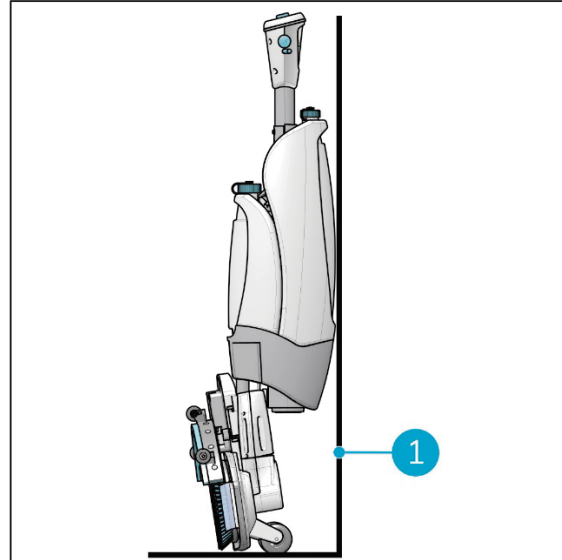

Figure 24
3. Rangez l'i-mop XL Plus près d'un mur (Figure 24, numéro 1) avec la poignée dirigée vers le mur et les brosses orientées loin du mur.